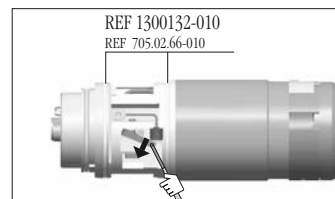

fig. 6
- Cambie las juntas tóricas REF 1300132-010/705.02.66-010, **fig. 6**.